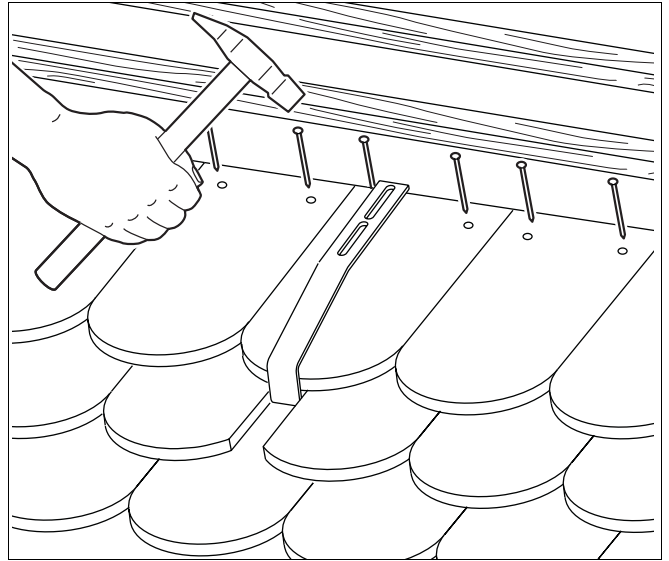

Fig. 27 Instalação da segunda fiada de telhas planas
- ▶ Coloque a segunda fiada de telhas planas (Fig. 27) e fixe-as.